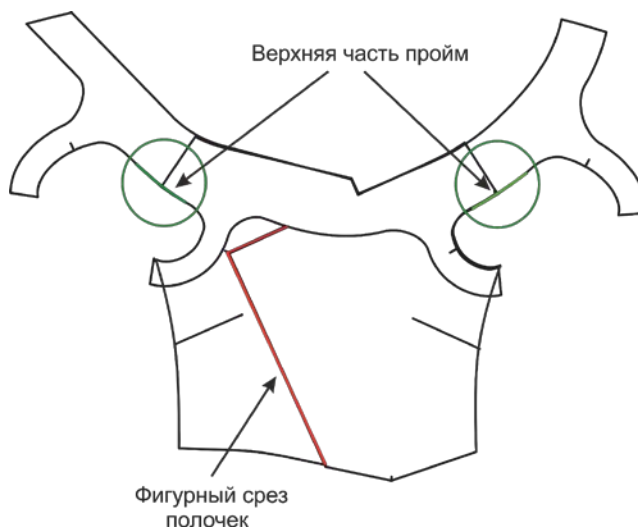

Рис. 1
4. Сметайте, а затем стачайте правую и левую части полочек по фигурным срезам (Рис.1). Обметайте срезы шва стачивания. Заутюжьте припуски шва.